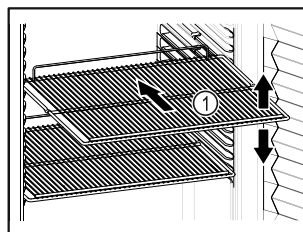

Fig. 56
- ❑ Indien de legroosters Fig. 56 (1) verplaatsbaar zijn, deze aan de hoogte aanpassen.